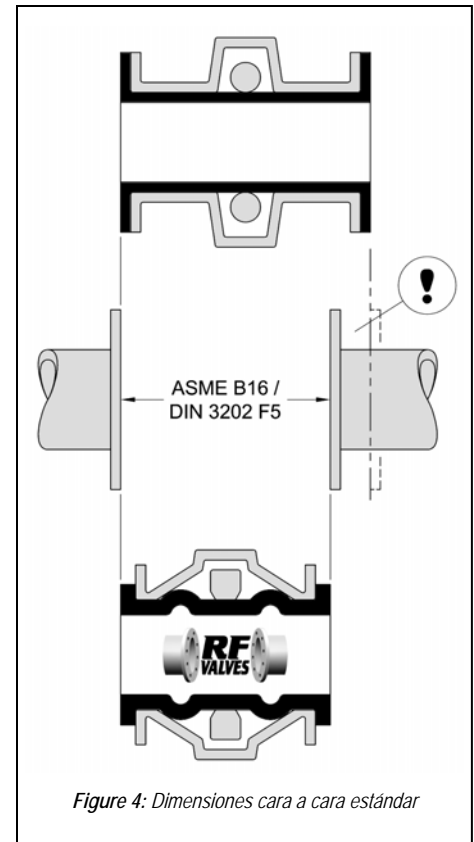

Figure 4: Dimensiones cara a cara estándar
- Para permitir que el largo de cara-a-cara de la Válvula RF® sea compatible con varios estándares de tuberías (por ejemplo ASME B16 y DIN 3202 F5). Esto posibilita el reemplazo directo en terreno de cualquier válvula con dimensiones comunes entre sus caras sin tener que modificar la tubería (Fig. 4). Con este diseño patentado, los fuelles del tubo elastomérico se flexionan, no se estiran, durante el cierre conforme a las dimensiones estándares entre sus caras. Otras válvulas de pellizco, que tienen mangas en línea recta y dimensiones entre caras más largas deben estirarse para cerrar la válvula, incrementando su fatiga y desgaste.